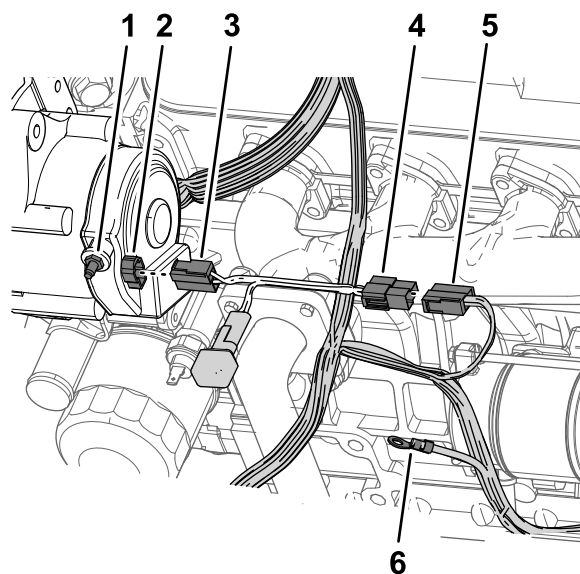

Figura 244
1. Alinee el conector hembra del arnés del adaptador del alternador con los pines del conector eléctrico en el alternador (60 A) y presione los conectores hasta que el cierre del conector se enganche firmemente (Figura 244).
2. Alinee el conector de 2 palas del arnés del adaptador del alternador con el conector hembra de 2 vías del arnés de cables de la máquina que retiró en el paso 2 de Retirada del alternador \(40 A\) \(página 113\) y presione los conectores hasta que el cierre del conector se enganche firmemente (Figura 244).